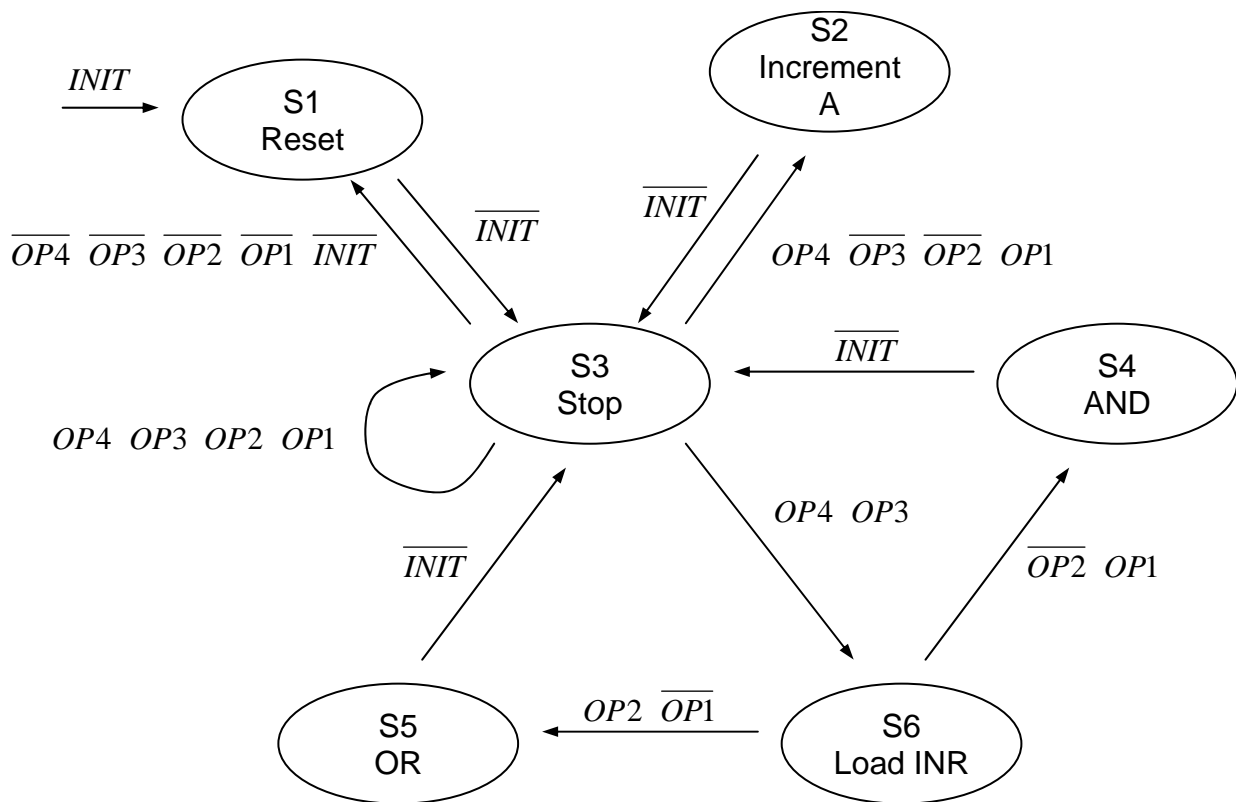

Abbildung 5.1: Zustandsgraph des Steuerwerks
In Bild 5.1 ist der Zustandsgraph des Steuerwerks einer einfachen programmgesteuerten Maschine abgebildet. Das Steuerwerk realisiert die in Tabelle 5.1 aufgeführten Befehle. Als Arbeitsregister stehen ein Akkumulator (A) und ein Eingaberegister (INR) zur Verfügung. Das Signal *INIT* ist das Hardware-Resetsignal.